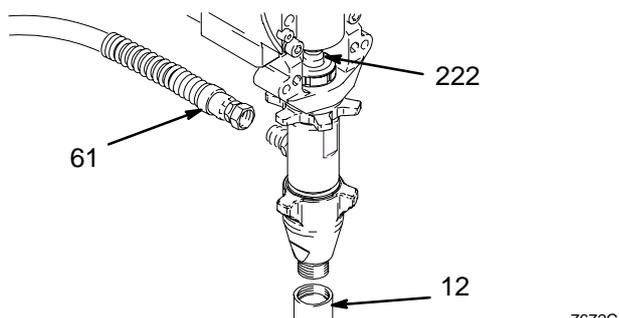

Fig. 16
3. Fig. 16. Haga funcionar la bomba con el vástago del pistón (222) en su posición más baja.
4. Fig. 16. Retire el tubo de aspiración (12) y la manguera (61).